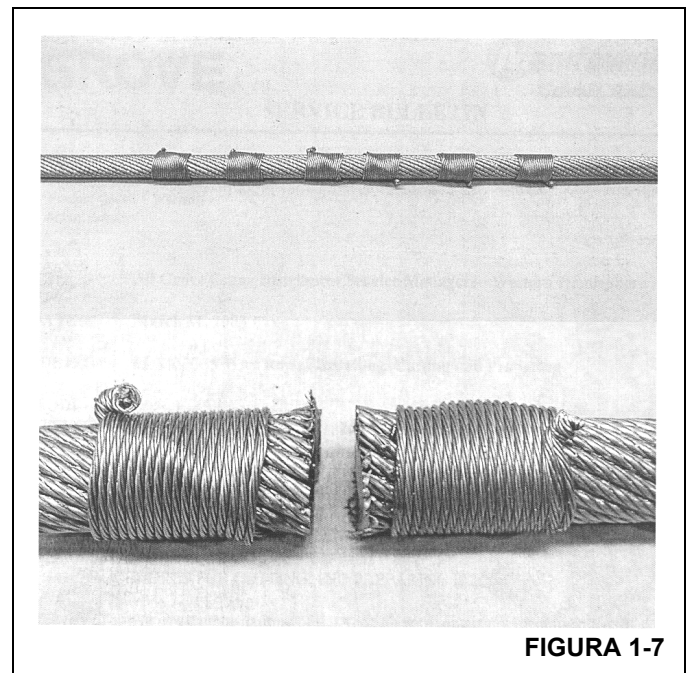

FIGURA 1-7
NOTA: Los cables no prefabricados deben tener dos sujeciones ubicadas en cada lado del corte (consulte la Figura 1-7).
No se recomienda cortar este cable en forma alguna. Si debe cortarse un cable de alambre 35x7 por cualquier motivo, será necesario seguir las instrucciones adjuntas para hacerlo (vea la Figura 1-7). Además, a diferencia de otros tipos de cable, es necesario soldar las puntas de este cable.
2. Antes de cortar el cable, forme tres bandas independientes con trenzas de fijación en cada lado del punto que será cortado, un total de seis bandas por cada corte (vea la Figura 1-7). Cada banda deberá tener un largo mínimo de una y media veces el diámetro del cable. Las